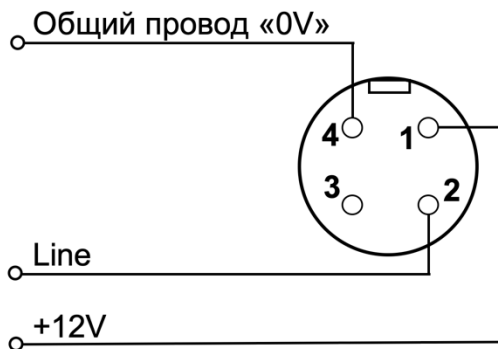
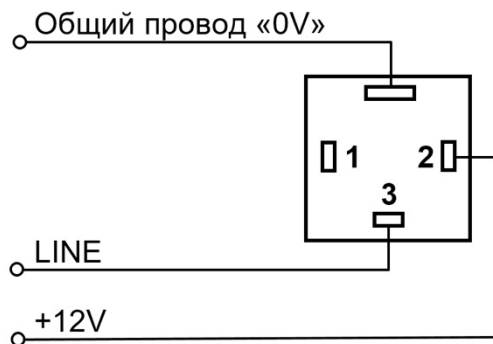

Рис.7. Схема «распайки» кабеля (вид со стороны «распайки» розетки) для подключения ДВ2ТСМ-5Т-5П-АК исполнение 2 и ДВ2ТСМ-5Т-АК.
Рис.8. Схема «распайки» кабеля (вид со стороны «распайки» розетки) для подключения ДВ2ТСМ-5Т-5П-АК исполнение 3.
6.6. Назначение выводов преобразователя в исполнении 1 приведено внутри корпуса преобразователя рядом с контактами клеммной колодки, для исполнения 2, 3 - на рис.7 и рис.8 соответственно.